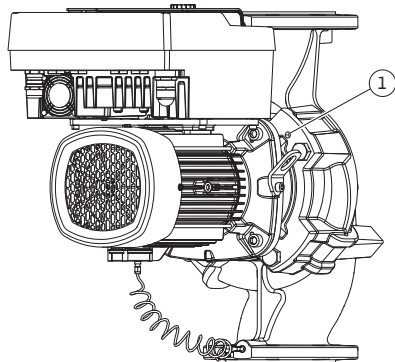
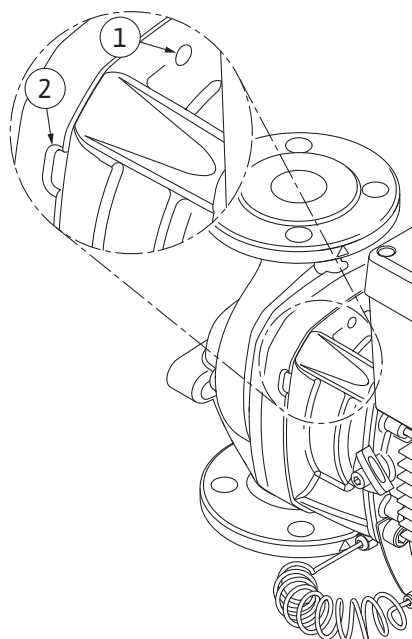

Fig. 108: Vytlačení smontované jednotky závitovými otvory
Fig. 109: Závitové otvory a drážky pro odtlačení smontované jednotky z tělesa čerpadla
12. U typu čerpadla (Fig. III, IV) povolte šrouby poz. 29. Použijte dva závitové otvory vedle něj (Fig. 108, poz. 1) a použijte vhodné šrouby, které si zajistí zákazník (např. M10 x 25 mm). Vytlačte smontovanou jednotku z tělesa čerpadla. U typu čerpadla (Fig. I a Fig. II) použijte dva závitové otvory M10 (viz Fig. 108) a použijte vhodné šrouby, které si zajistí zákazník (např. M10 x 20 mm). K vytlačení lze použít také drážky (Fig. 109, poz. 2). Za tímto účelem nasadte např. dva šroubováky a použijte je jako páku. Po cca 15 mm vytlačení není již smontovaná jednotka vedena v tělese čerpadla.